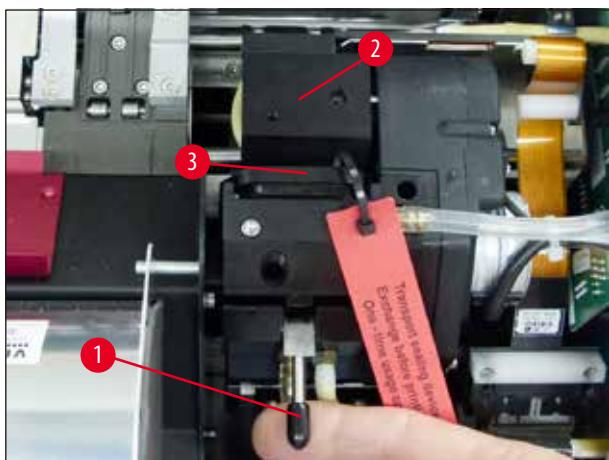

图 34
4. 打印头 (→ "图 34-2") 向上移动到距离密封缘 (→ "图 34") 大约 1 cm 的位置。